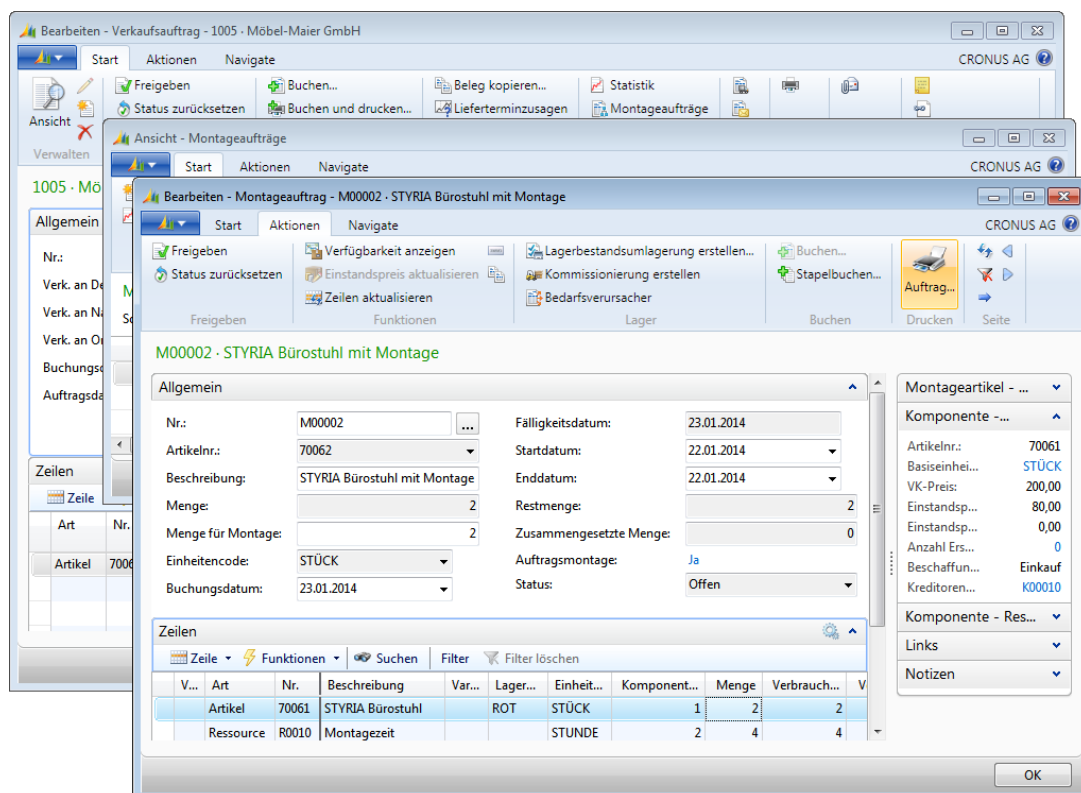

Abbildung 5.16 Druck des Montageauftrags aus der Montageauftragskarte
10. Nach dem Schließen des Montageverfügbarkeits-Fensters können Sie in der Montageauftragskarte den Druck des Montageauftrags über die Schaltfläche *Auftrag* auf der Registerkarte *Aktionen* des Menübands aufrufen (siehe Abbildung 5.16).